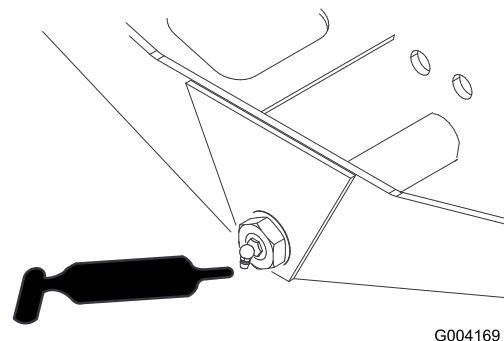

Figure 49
- Pivot de direction d'essieu (1) (Figure 49)